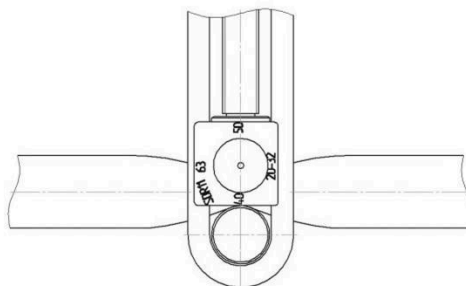

Рис. 4
6.3. Путем вращения рукоятки соедините нижний и верхний упоры между собой до соприкосновения ограничителя и нижнего упора (рис. 4).